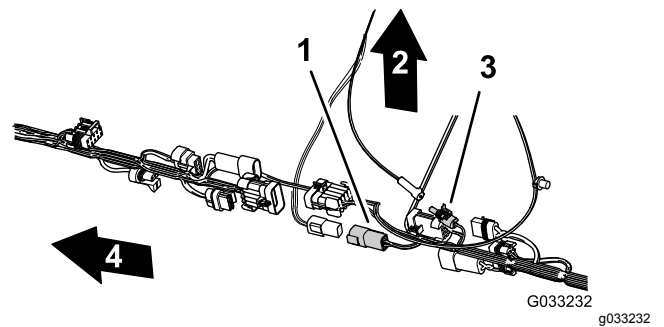

图120
7. 为便于连接导航电气和数据线束应确保后线束的 1 插槽接头和后线束的 4 插槽接头与线束顶部对齐图120。